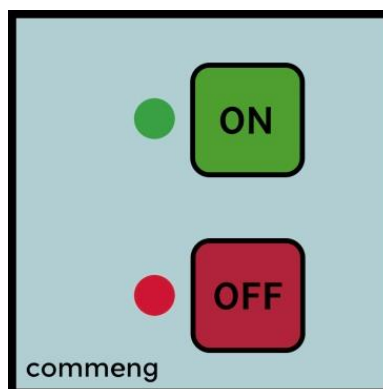

Рисунок 2. Защитная плёнка
- защитная плёнка (рис.2), наклеивается после монтажа выключателя;